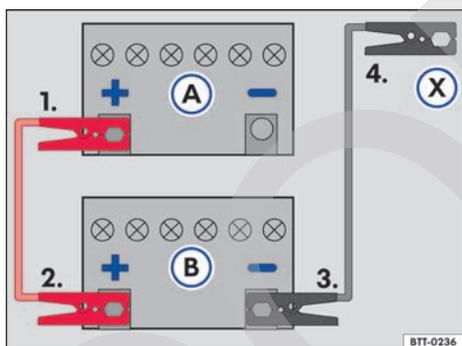

Fig. 128 Esquema para conectar los cables auxiliares de arranque: batería descargada (A) y batería proveedora de corriente (B).
- Conectar un extremo del cable de arranque auxiliar *rojo* al polo positivo (+) del vehículo con la batería del vehículo descargada (A) → ⚠.
- Conectar el otro extremo del cable de arranque auxiliar *rojo* al polo positivo (+) de la batería del vehículo que suministra corriente (B).
- Conectar un extremo del cable de ayuda de arranque *negro* al polo negativo (-) de la batería del vehículo que suministra corriente (B) → fig. 128.
- Conectar el otro extremo del cable de arranque auxiliar *negro* (X) al vehículo con la batería del vehículo descargada en una pieza maciza de metal atornillada firmemente al bloque del motor o en el mismo bloque del motor - aunque no cerca de la batería (A) → ⚠.